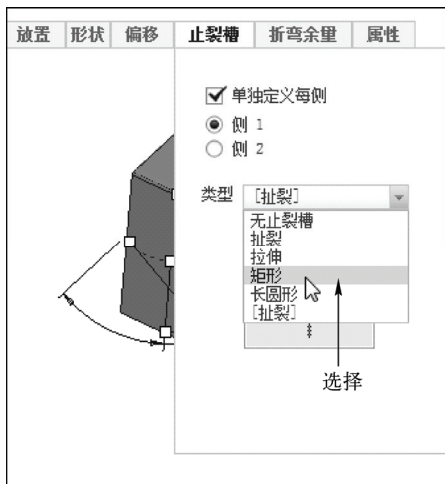

图 13-14 选择“矩形”选项
STEP 06 选中“单独定义每侧”复选框，单击“类型”下拉列表框的按钮，在弹出的列表中选择“矩形”选项，如图 13-14 所示。